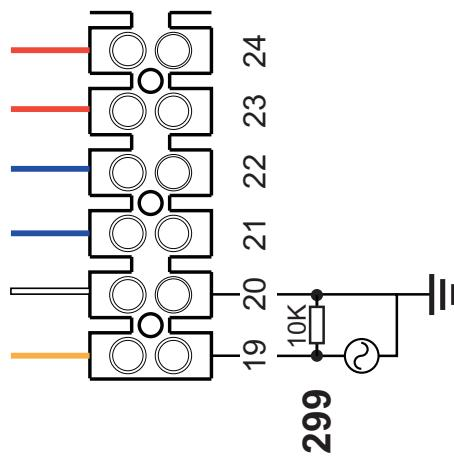

fig. 94-
**ATTENTION :** En cas d'instabilité dans la lecture du signal 0-10V par l'unité de contrôle électronique, connecter la référence du signal à la terre, et insérer une résistance de 10K en parallèle, selon fig. 94.